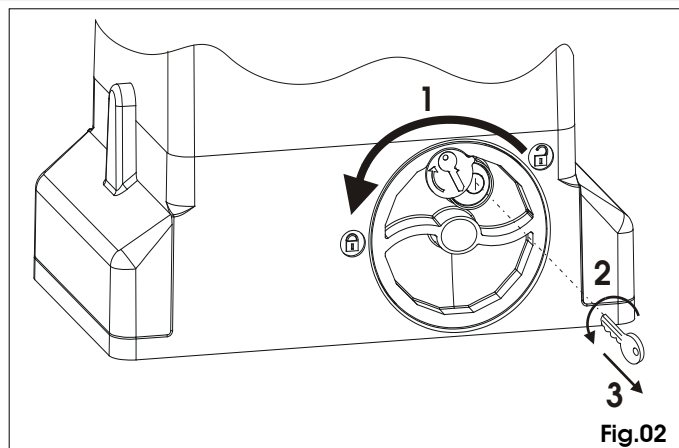

Fig.02
- 1) Draai het ontgrendelsysteem tegen de klok in tot de aanslag, Fig.02 ref.1.
- 2) Draai de sleutel tegen de klok in en haal hem uit het slot, Fig. 02, ref. 2 en 3.